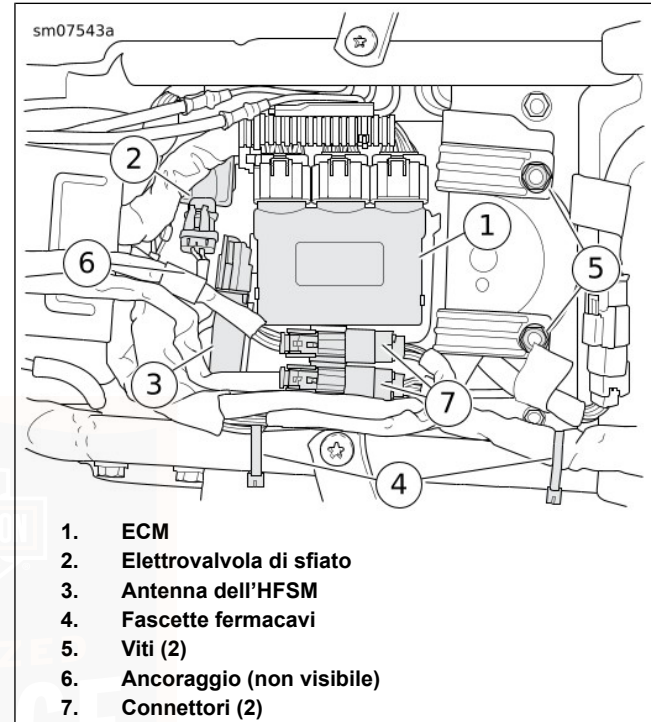

Figura 84. Pannello superiore
2. Vedere Figura 84 . Liberare l'ECM (1) dal pannello superiore. Accantonarlo.
3. Se in dotazione, spostare in avanti l'elettrovalvola di sfiato (2) per sganciarla dal pannello superiore.
4. **Modelli dotati di sistema di sicurezza:** sganciare l'antenna dell'HFSM (3) dal pannello superiore e accantonarla.
5. Staccare i connettori (7) dalle ancorette sul pannello superiore.
6. Rimuovere i dispositivi di fissaggio (5).
7. Tagliare le fascette fermacavi (4). Spostare il cablaggio per lasciare più spazio al pannello superiore.
7. Vedere Figura 84 . Riposizionare il pannello superiore e inserire il fermo sulla staffa di ancoraggio.
8. Fissare il pannello superiore alla traversa del telaio mediante i dispositivi di fissaggio (5). Serrare.